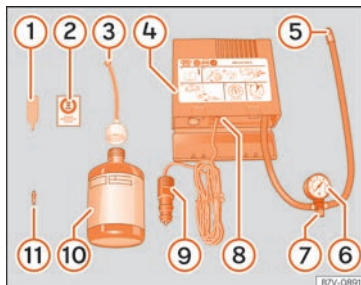

Fig. 80 Representació estàndard: contingut del joc antipunxades.
»» fig. 80:
Torneu a enroscar el tub d'inflament »» fig. 80 ⑤ i comproveu la pressió en el manòmetre ⑥.